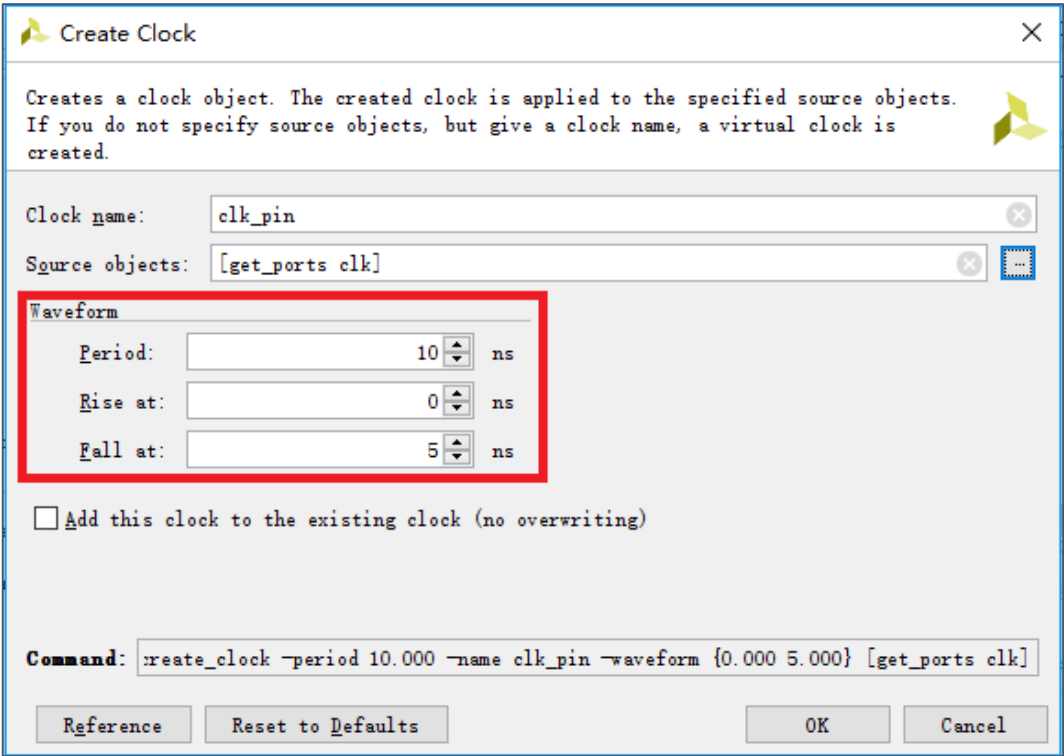
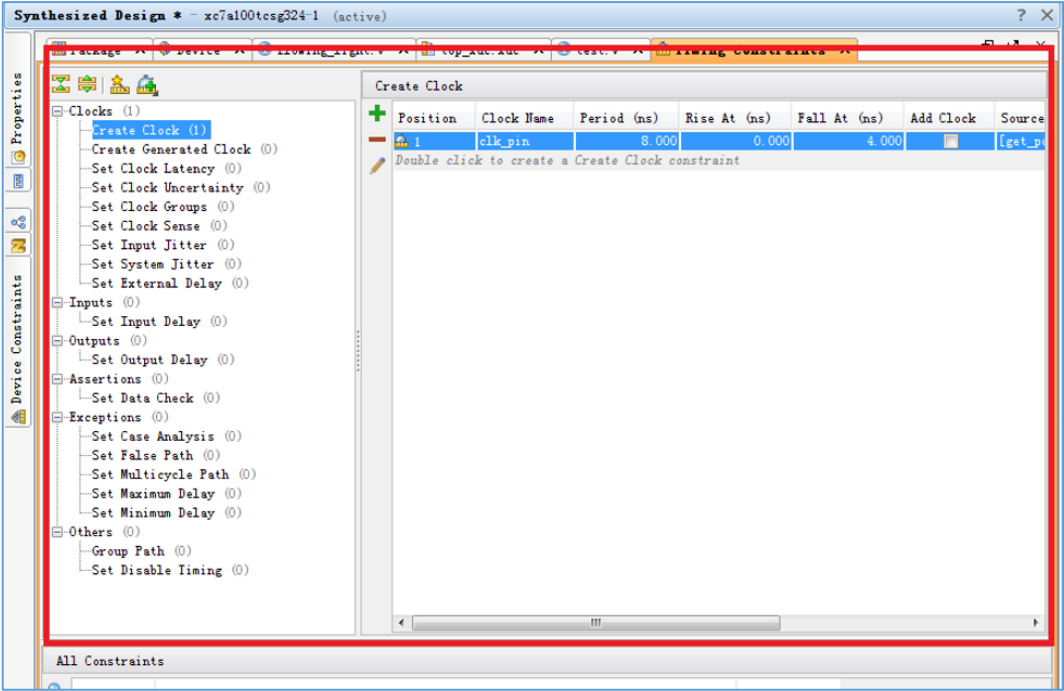

图 4.47 创建时钟
图 4.48 时钟创建完成
5. 在图 4.47 所示界面中将 Period 设置成 10ns、Rise 设置成 0ns、fall 设置成 5ns，并点击 ok。事实上，Xilinx 的 7 系列开发板的主频就是 100MHz，即周期为 10ns，此步骤在一定程度上相当于对主频的降频。
6. 如图 4.48 所示，这时 Clock 已经创建完成。图 4.47 中的 command 已经添加到工程 xdc 文件中。